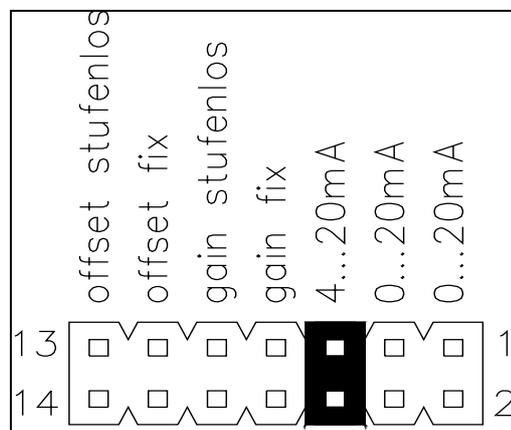

Bild 9b: Jumpereinstellung für Stromausgang 4...20mA E307006dd
- Der Stromausgang ist gesetzt auf "4..20mA" (siehe Bild. 9b)
Die Jumper werden gemäss Bild 9b gesetzt.